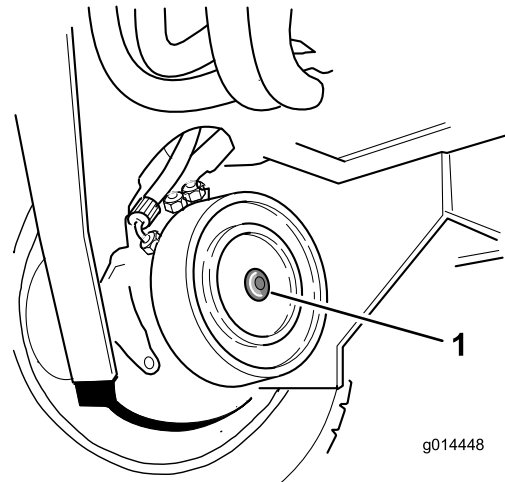

Bild 35
2. Machen Sie die Scheibenbremse des rechten Vorderradmotors ausfindig und entfernen Sie die Sechskantschraube (**Bild 35**).